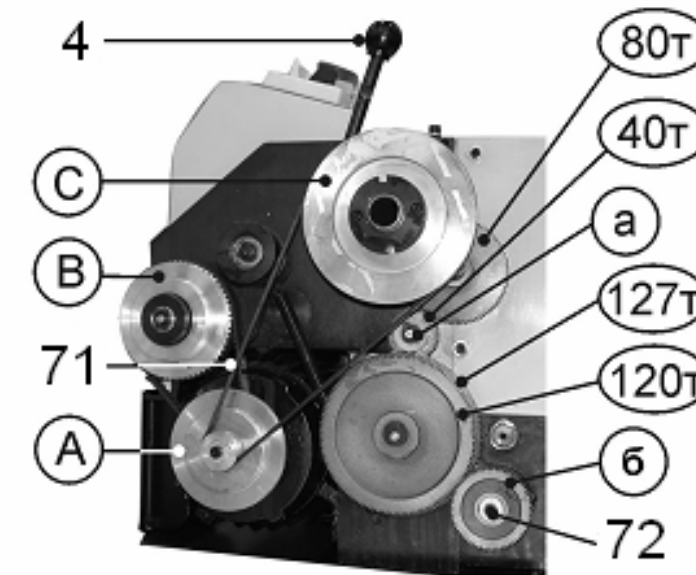

Рис. 20
10.4.5. Откройте защитный кожух гитары (2), как указано в п.9.3.2. По таблице 2 или наклейке (3) установите необходимые шестерни (а) и (б), Рис.20, закройте кожух гитары (2), п.9.3.2.
10.4.6. Пользуясь таблицей 2 или наклейкой (3), **при включенном станке**, перемещайте рычаг (1) переключения скорости автоматической подачи, Рис.19. Можно менять скорость автоматической подачи. Например, при установке шестерен а=28Т и б=60Т, Рис.20, в положении 9 рычага (1) переключения скорости автоматической подачи по шкале (69) – скорость подачи равна 0,12мм на один оборот шпинделя. При установке рычага (1) переключения скорости автоматической подачи в положение 1 по шкале (69) – скорость подачи равна 0,21мм на один оборот шпинделя и т.д., Рис.19.
При каждом перемещении рычага (1) переключения скорости автоматической подачи, необходимо рычаг натяжения ремня (4) привести в крайнее положение от себя, Рис. 20.
10.5.2. Переставляя клиновой ремень (71) на шкивах А,В,С в положения 1,2,3 согласно таблице 3, можно ступенчато изменять скорость вращения шпинделя – 100; 250; 350; 500; 900 и 1800 об/мин., Рис.20, (А,В,С - шкивы). Например, при установке клинового ремня (71) на шкивах В,С в положении 1 – скорость вращения шпинделя равна 100 об/мин., а в положении 3 - скорость вращения равна 500 об/мин. и т.д., Рис.20.
10.6.4. Комбинации использования шестерен для нарезания резьбы см. в таблице 4 и Рис.20.
1. См. Рис. 20
2. См. Рис. 20
10.6.5. Выкрутите крепежный болт (72), закрепляющий шестерню (б) и снимите стопорную шайбу шестерни (а), Рис.20.
10.6.6. Осторожно снимите шестерни, чтобы сохранить на месте шпонки на валах и установите необходимые шестерни (а) и (б), как показано на **схеме сборки узла настройки**. Количество зубьев на каждой шестерне промаркировано. Установите крепежный болт (72) шестерни (б) и стопорную шайбу шестерни (а), Рис.20.